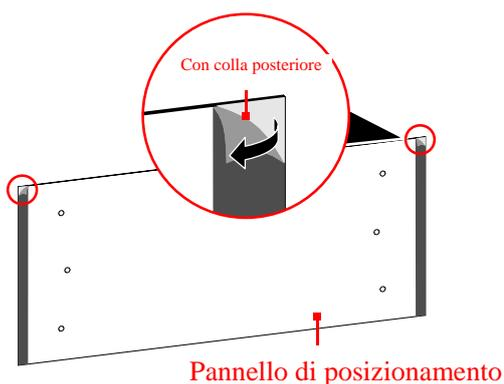

Figura 3-13 Rimuovere la parte adesiva posteriore
1. Rimuovere la parte adesiva posteriore del pannello di posizionamento del supporto, come illustrato in Figura 3-13.